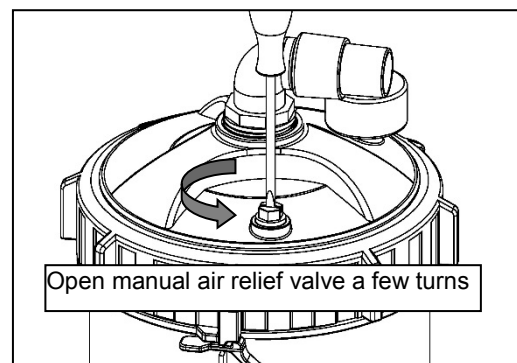

Bild 4 - Entlüftungsventil
1. Stellen Sie sicher, dass der Sicherungsring der Filterabdeckung (Bild 4 - Sicherungsring) gespannt ist (das Anziehen per Hand ist ausreichend).